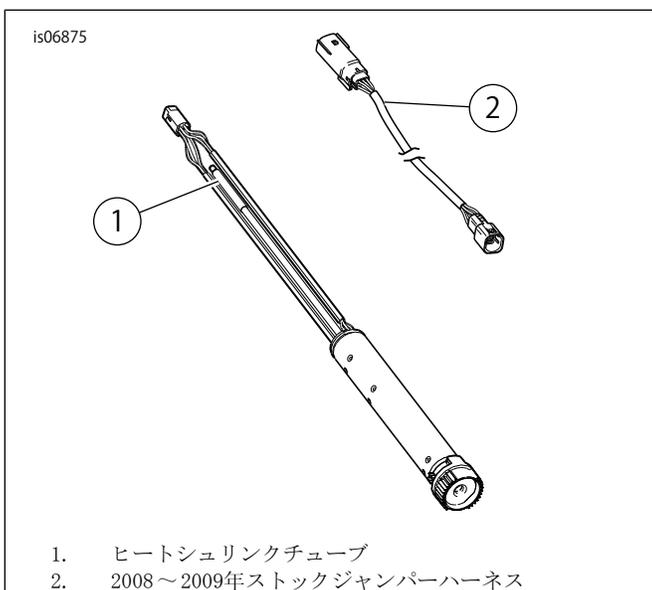

図2。2008～2009年TGSおよびハーネス
- 「図2」を参照。TGSジャンパーハーネスをTGSとメインハーネスから外し、ストックジャンパーハーネス (2) を廃棄します。